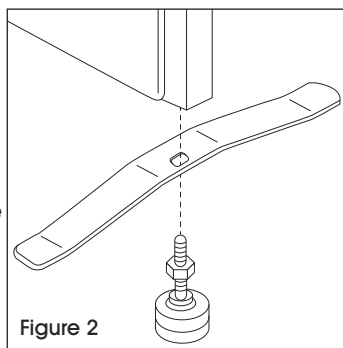

Figure 2
2. Insérez le patin de nivellement et l'écrou dans le pied de base en T et dans le bas du cadre du panneau. (Voir Figure 2)